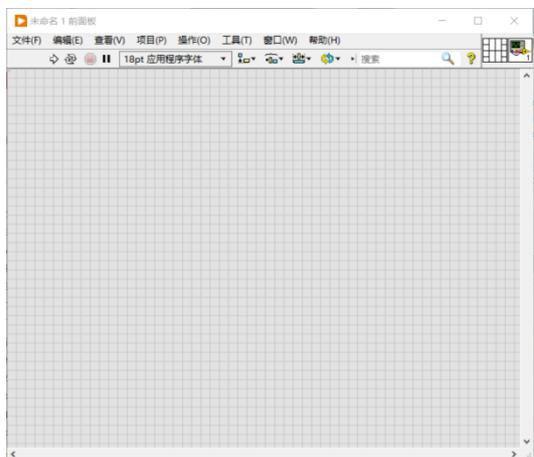

图 1 LabVIEW 前面板
**LabVIEW** 图形化界面分为“**前面板**”和“**程序框图（后面板）**”。前面板是用户交互界面，类似于仪器表盘，用于显示和控制，如图 1 所示。前面板上放置的按钮、输入框、下拉框等组件统称为“**控件**”。后面板是编程界面，可使用各种**函数、结构和连线**实现运算和控制的功能，类似于仪器内部的线路连接，如图 2 所示。前面板的每个控件都对应后面板的一个函数图标用于数据传输，反之则不是。